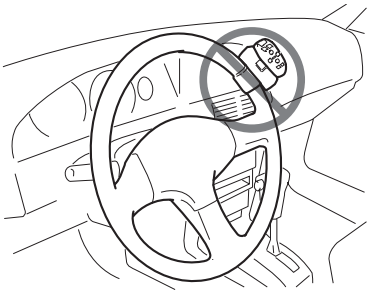

Fig. 15
- Ne pas fixer cette unité à la circonférence extérieure du volant de direction. Elle gênerait la stabilité de la conduite et provoquerait un accident. Toujours fixer cette unité à la circonférence intérieure du volant de direction, comme illustré. (Fig. 15)